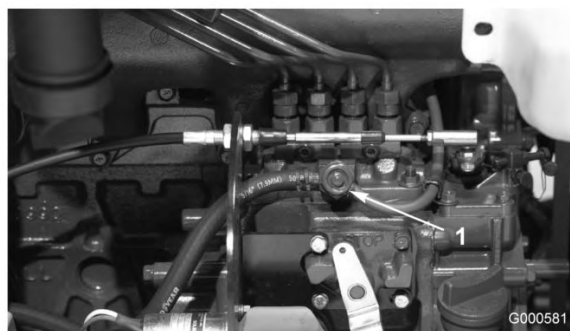

Figura 40
3. Desaperte o parafuso de purga que se encontra na bomba de injeção de combustível (Figura 40).